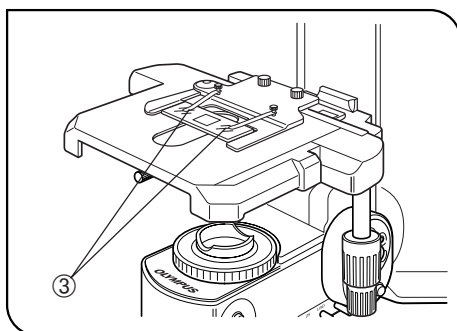

Fig. 19
La adsorción de aceite de inmersión puede hacer que la muestra resbale. En ese caso, se recomienda utilizar el clip sujetamuestras opcional BH2-SCB-3 ③ para objetivos de inmersión en aceite. (Fig. 19)